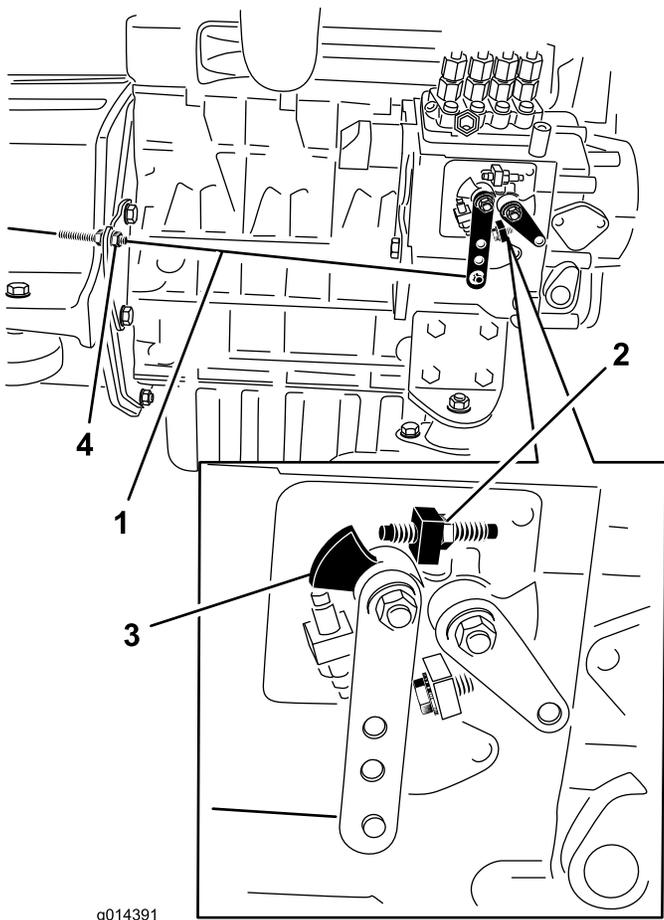

Figure 35
2. Vérifiez la position du levier de commande de régime sur la pompe d'injection du moteur. Le levier de commande de régime doit toucher la vis de haut régime lorsque la commande d'accélérateur est en position haut régime (verrouillage) (Figure 35).
- La position des écrous de blocage du câble de commande d'accélérateur peut être ajustée au besoin jusqu'à ce que le levier de commande de régime touche la vis de haut régime lorsque le levier est en position haut régime (verrouillage) (Figure 35). **Ne réglez pas la vis de haut régime sur le levier de commande de régime.**